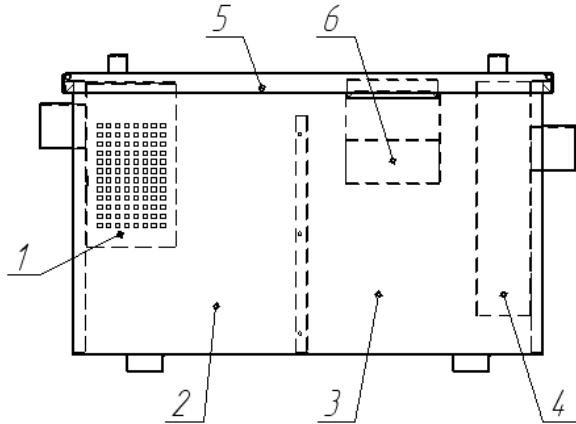

Рис. 1
Загрязненные стоки поступают в жироуловитель самотеком. Внутри устройства происходит осаждение некоторых взвешенных частиц, а также подъем жира на поверхность. Сточные воды с жирами проходят через съемный перфорированный лоток (1) (рис. 1), где происходит отделение крупных частиц. В первой камере (2) происходит осаждение взвешенных веществ и гравитационное отделение жиров на поверхность. Предварительно очищенные таким образом стоки поступают на вторую ступень очистки, где происходит дальнейшее отделение жиров (3) и отвод очищенных стоков в канализационную систему (4). Слой жирошлама собирается на поверхности вод в обеих камерах и в последствии удаляется из жироуловителя скребком в специальную тару.